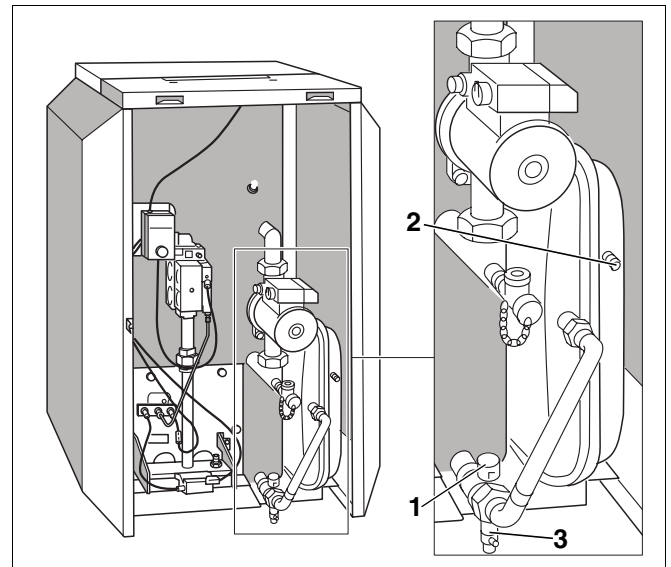

Abb. 55 Druckausdehnungsgefäß; ab Kesselgröße 20 - 4 auf der Kesselrückwand
- Verschlusskappe von der Messstelle (Abb. 55, **Pos. 2**) entfernen und Stickstoffventil kurz betätigen. Wenn Wasser entweicht, so ist die Membrane defekt. Die Membrane oder das Druckausdehnungsgefäß austauschen.
- Rote Kappe entfernen und Sperrventil (Abb. 55, **Pos. 1**) schließen.
- Restwasser des Druckausdehnungsgefäßes über dem Entleerventil (Abb. 55, **Pos. 3**) ablassen.
- Verschlusskappe von der Messstelle (Abb. 55, **Pos. 2**) entfernen, Druck messen und korrigieren, wenn er nicht dem für die Heizungsanlage notwendigen Vordruck (Anlagendruck minus 0,2 bar in kaltem Zustand) entspricht.
- Verschlusskappe schließen, Sperrventil (Abb. 55, **Pos. 1**) öffnen und rote Kappe wieder aufstecken.